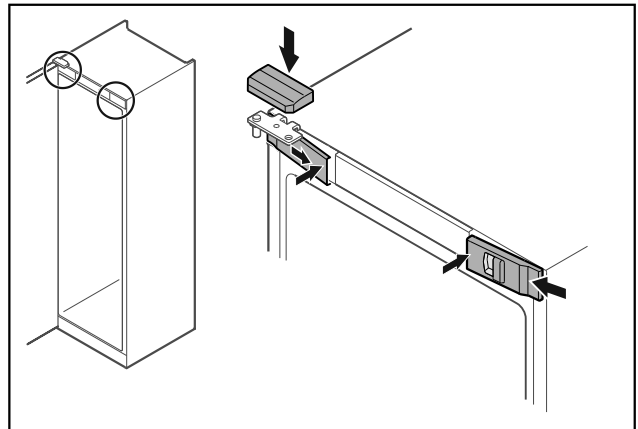

Fig. 48
- ▶ Přední kryty Fig. 48 (1) bočně zahákněte a zaklapněte dovnitř.
- ▶ Horní kryt Fig. 48 (2) shora zaklapněte.